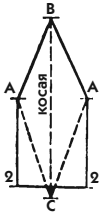

Рис. 749
- От точек А проведите 2 линии, параллельные линии «косая», отложите на них отрезки, равные длине надреза от А до 2 (рис. 749).